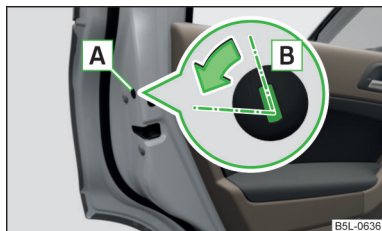

Fig. 187
- Desmonte el paramento **A** » fig. 187.